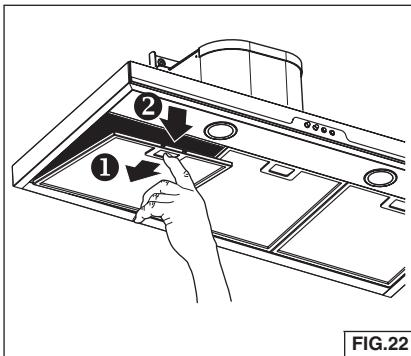

FIG.22
1. Enlevez le filtre à graisse en enfonçant la languette du loquet pour dégager le filtre de la hotte. Inclinez le filtre vers le bas et enlevez-le. Fig. 22.
2. Pour installer le filtre à GRAISSES, alignez les ergots arrière du filtre dans les fentes de la hotte. Enfoncez la languette métallique, poussez le filtre en place et relâchez la languette. Vérifiez si le filtre est bien fixé une fois replacé. Fig. 22.